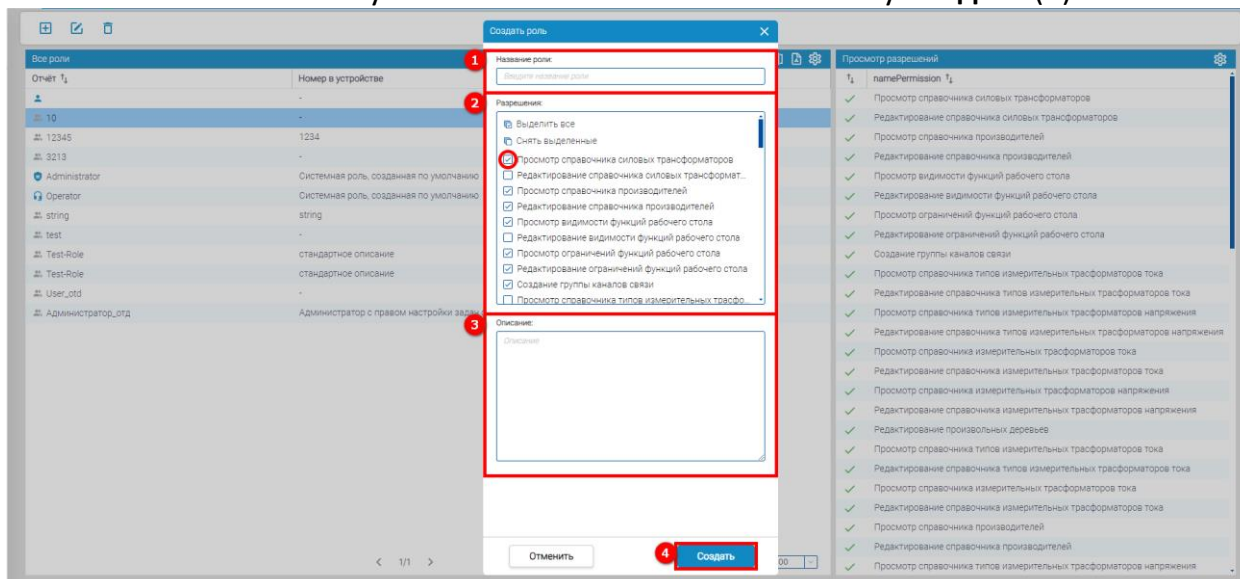

Рисунок 76 – Создание «новой» роли
Для создания «новой» роли необходимо нажать кнопку  и в открывшемся окне необходимо заполнить **Название роли** (1) (см. рисунок 76) – указать наименование создаваемой роли. В поле **Разрешения** (2) поставить необходимые отметки для установки необходимых прав для создаваемой роли. При необходимости заполнить поле **Описание** (3) – дополнительная информация для пользователя.